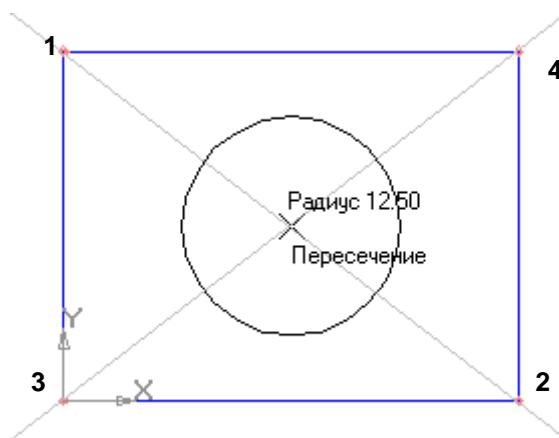

Рисунок 6.32 Использование привязки **Пересечение**
5. С помощью привязки **Пересечение** (рисунок 6.32) зафиксируйте центр окружности в точке пересечения вспомогательных прямых.